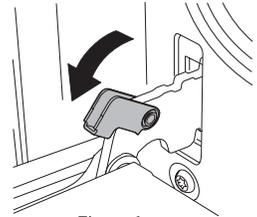

Figura 1
1. Për të hequr derën, hapeni derën në këndin maksimal. Më pas tërhiqeni tokëzën e menteshes së derës prapa. (Figura 1)